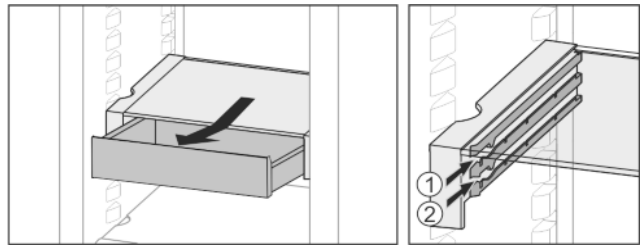

Fig. 17
- ▶ На любой высоте Fig. 17 (1) или Fig. 17 (2) вставить.